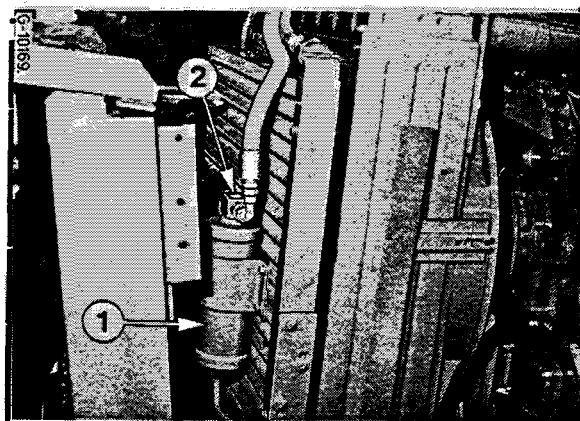

Figure 106
Vérifiez le niveau par le témoin (2) Fig. 106 lorsque le système fonctionne.
Une fois par an, avant le début de la saison chaude, faites changer l'élément du filtre (1) Fig. 106 et le liquide réfrigérant par votre concessionnaire IH.